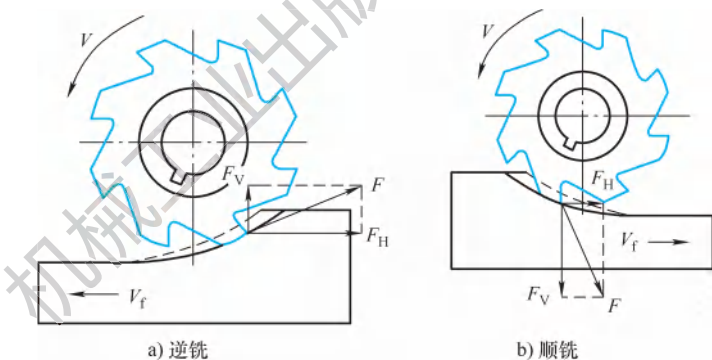

图 2-11 顺铣与逆铣
(1) 顺铣与逆铣 铣刀的旋转方向与工件进给方向相同称为顺铣，反之称为逆铣，如图 2-11 所示。由图 2-11a 所示可知，逆铣时，铣刀的切屑厚度从零增加到最大，与工件之间产生强烈摩擦，刀具易磨损，并使加工表面质量变差，同时逆铣时有一个上抬工件的分力，容易使工件产生振动和装夹松动。顺铣时，铣刀的切削厚度从最大值减小到零，切入前铣刀不与零件产生摩擦，有利于提高刀具寿命、降低表面粗糙度值，同时铣削时向下压的分力有利增加工件夹持的稳定性。由于进给丝杠与螺母之间有间隙，顺铣时工作台会窜动而引起打刀。数控机床采用了间隙补偿结构，窜刀现象可以克服，因此顺铣法铣削应用较多。